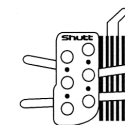

Fig. 2
- 2- Coloque as pedaleiras sobre os pedais originais (fig.2).